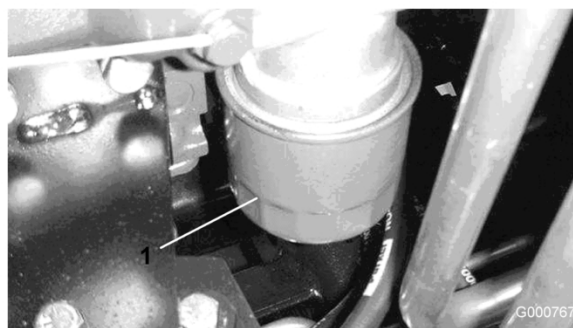

Figura 43
2. Retire o filtro do óleo (Figura 43). Aplique uma leve camada de óleo limpo no vedante do filtro novo antes de o montar. Não aplique demasiada tensão.